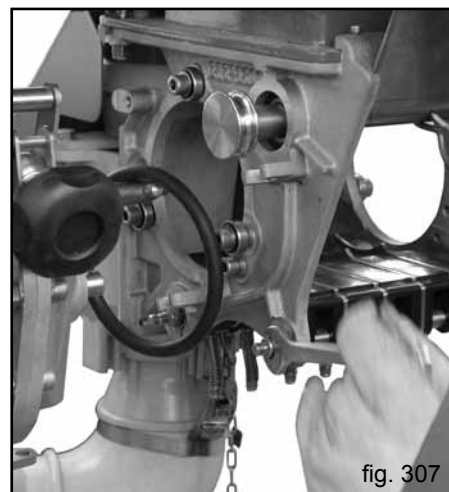

fig. 307
- 1) Løsn de fire møtrikker (foran og bagpå) for at afmontere følerenheden (Fig. 307) ved hjælp af en 13 mm skruenøgle.